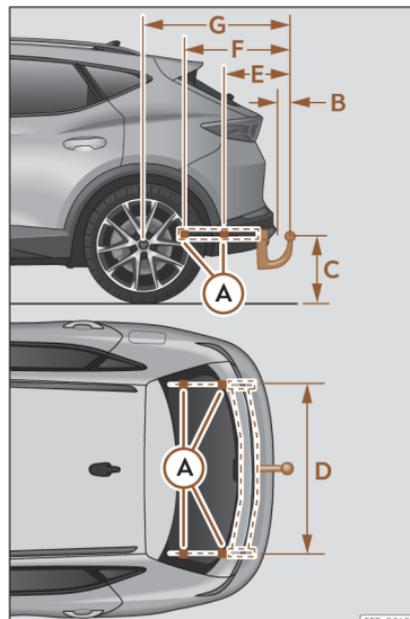

Fig. 189 Quote e punti di fissaggio per il montaggio successivo di un dispositivo di traino.
La distanza tra il centro della testa sferica e il manto stradale»» fig. 189 (C) non dovrà mai essere inferiore a quella indicata. Ciò vale anche con il veicolo a pieno carico, e comprende il carico verticale massimo tecnicamente ammissibile sul giunto.
Valori delle distanze (le misure possono variare a seconda delle diverse combinazioni di telaio)»» fig. 189 :